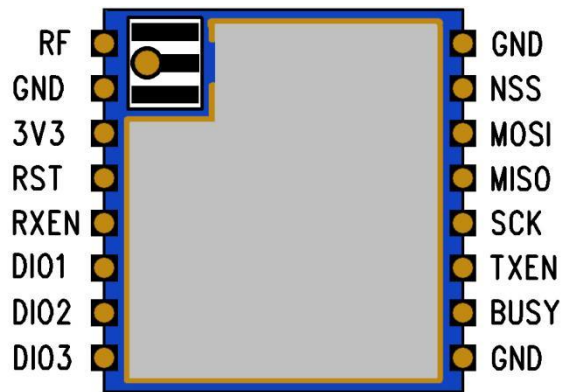

图 4. RC1262A 引脚定义图 (Top View)
- 2、允许回流焊次数：2次，基于以下回流焊(条件)(见图4)；
- 3、温度曲线：回流焊应按照下列温度曲线(见图4)；